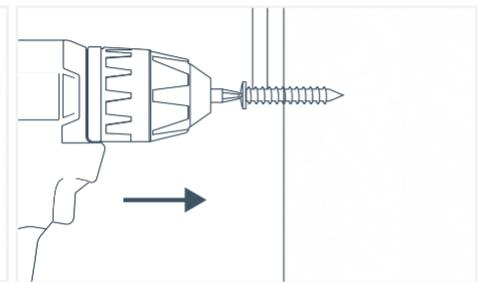

Fig. 6
- Les vis doivent être posées droites et de niveau pour permettre le mouvement (Fig. 6).